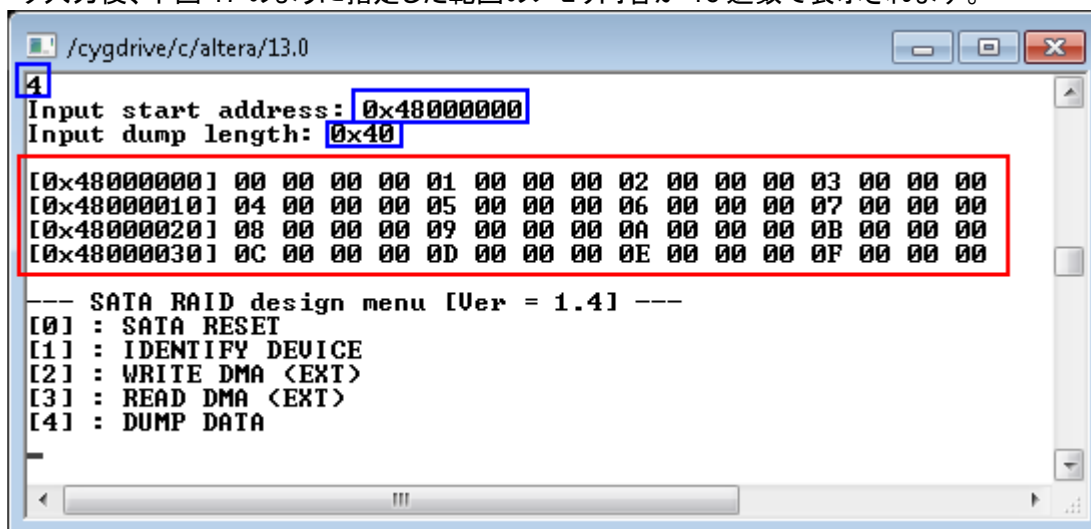

図 17: ダンプ・コマンド表示画面
- パラメータ入力後、下図 17 のように指定した範囲のメモリ内容が 16 進数で表示されます。